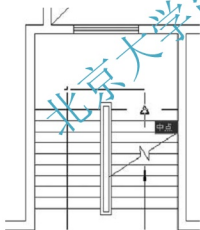
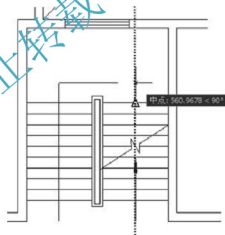

图 2.131 光标放在踏步线中点
图 2.132 寻找水平线和垂直虚线的交点
(4) 在指定下一个点或 [圆弧(A)/半宽(H)/长度(L)/放弃(U)/宽度(W)]: 提示下,将光标放在如图 2.131 所示的踏步线中点位置,此时不单击,然后将光标垂直向上拖动,拖出垂直虚线。把光标放在如图 2.132 所示的水平线和垂直虚线的交点位置,然后单击,以确定下行箭头第二段箭杆的长度,并保证第三段箭杆的位置能够居中于右侧梯段。